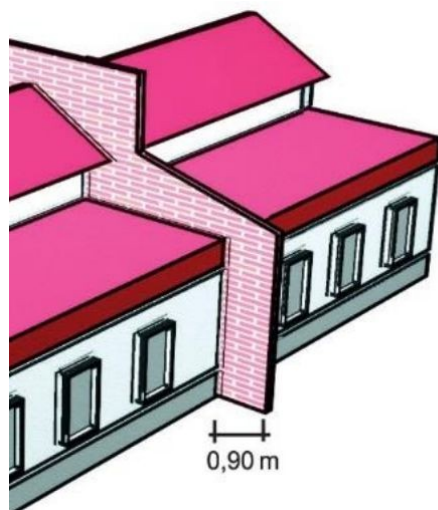

Figura 2 - Aba corta-fogo.
- c) Verificar se as aberturas em paredes adjacentes ou coberturas possuem os afastamentos conforme tabela 3, o afastamento conforme Art. é desconsiderado em aberturas em banheiros. O afastamento pode ser suprimido por aba vertical com no mínimo 0,9 m de projeção (figura 2)